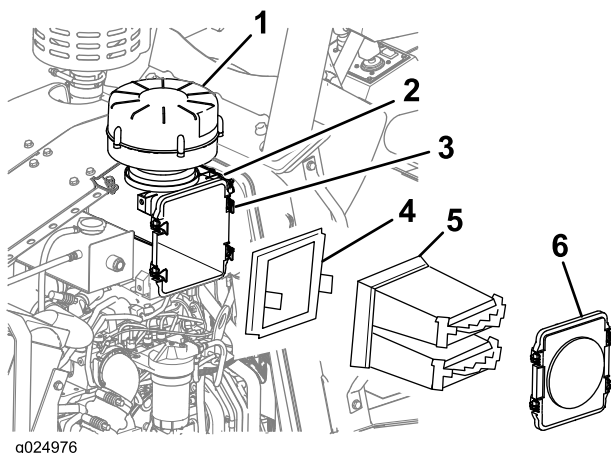

Figure 75
2. Déverrouillez les 4 verrous de maintien du couvercle du filtre à air, et déposez le couvercle (Figure 75).
3. Déposez le préfiltre et l'élément filtrant secondaire du boîtier du filtre à air (Figure 75).
4. Avec un chiffon humide propre, nettoyez l'intérieur du boîtier du filtre à air (Figure 75).
10. Fixez le couvercle au boîtier du filtre à air au moyen des 4 verrous du boîtier (Figure 75).